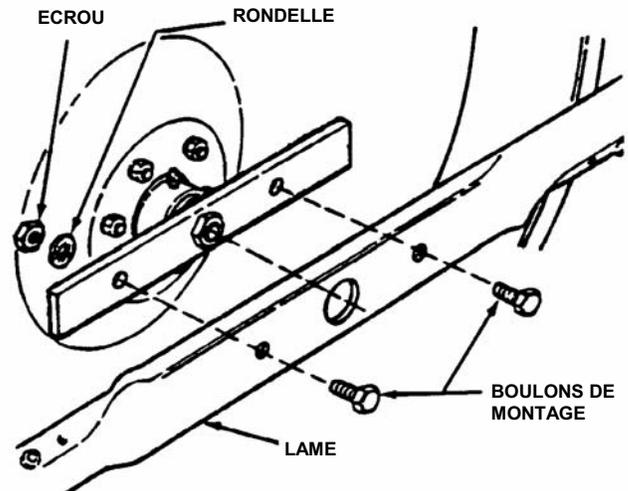

FIGURE 4.11
4. Déposez la lame. Voir la figure 4.11.
8. Réinstallez la lame. Voir la figure 4.11. Nous vous recommandons un couple de serrage compris entre 40 et 50 N.m.